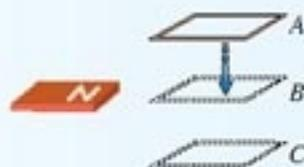

图 4.3-11 判断线圈内感应电流的方向
4. 如图 4.3-11 所示，在水平放置的条形磁铁的 N 极附近，一个闭合线圈向下运动并始终保持水平。在位置 B，N 极附近的磁感线正好与线圈平面平行。试判断线圈在位置 A、B、C 时感应电流的方向。